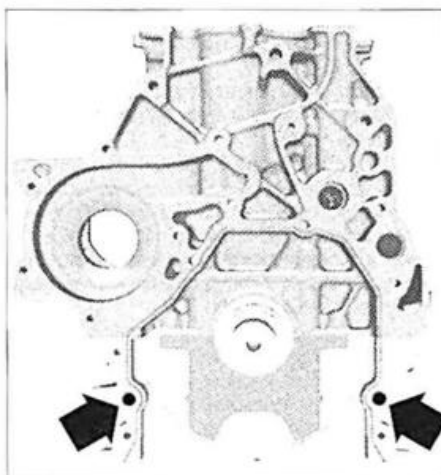

FIG. 18
- Colocar los pasadores de centrado en el bloque motor (fig. 18).